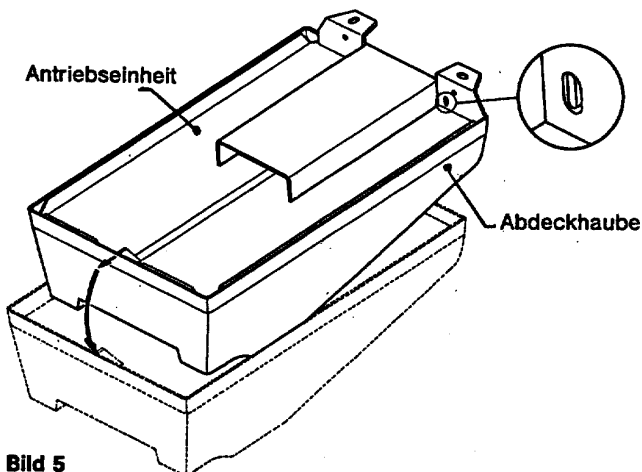

Bild 5
5.1.) Abdeckhaube von der Antriebseinheit abnehmen. Dazu Haubenrand auf der Lampenseite in der Mitte nach außen drücken und vom Antriebsteil wegkippen (Bild 5).